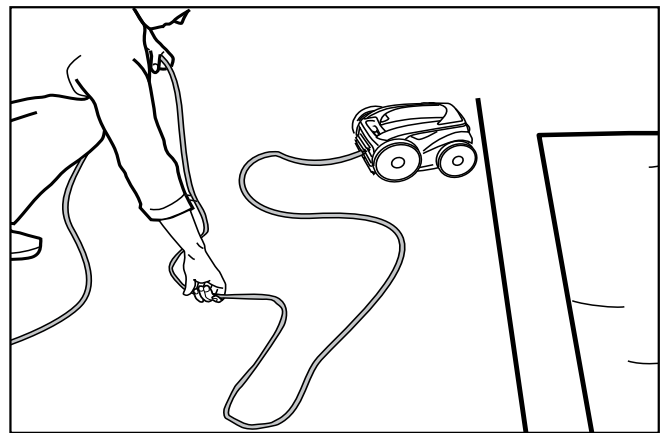

Figura 22. Alise el cable de alimentación eléctrica
4. Comenzando por la cabeza del limpiador. Desenrolle el cable (Figura 22).